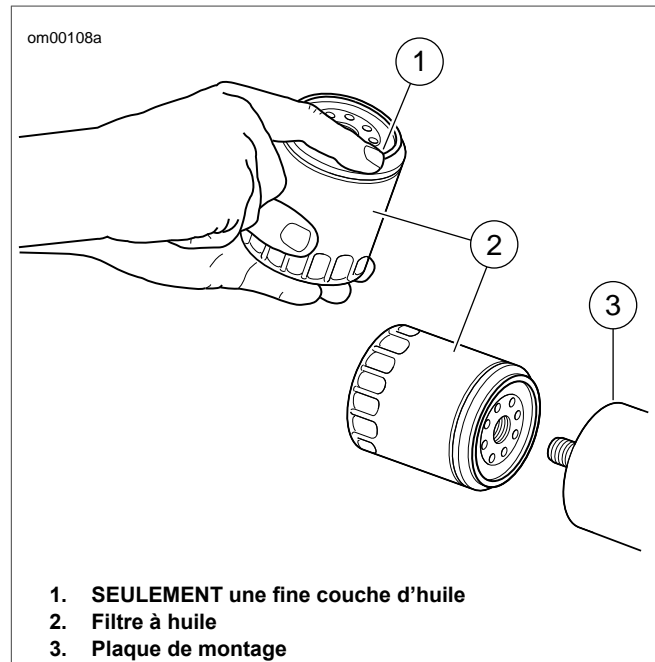

Figure 1-4. Application d'une fine couche d'huile
7. Voir Figure 1-4. Lubrifier le joint avec une huile moteur propre et installer un **nouveau** filtre à huile sur le support. Serrer le filtre à huile à la main d'un demi à trois quarts de tour une fois que le joint touche la surface de montage du filtre. Ne PAS utiliser de clé à filtre à huile lors de l'installation.